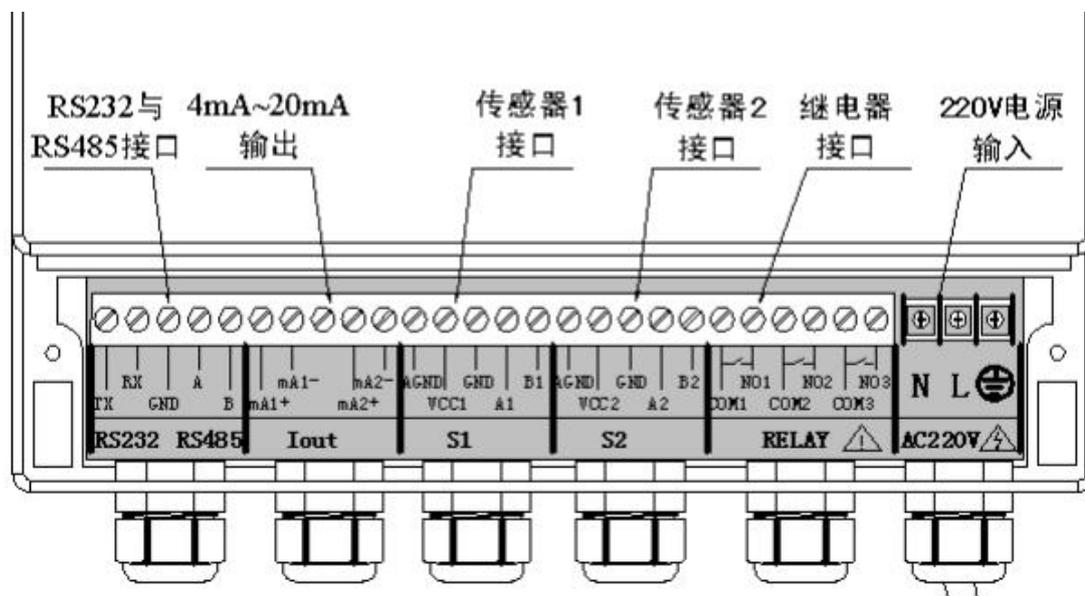
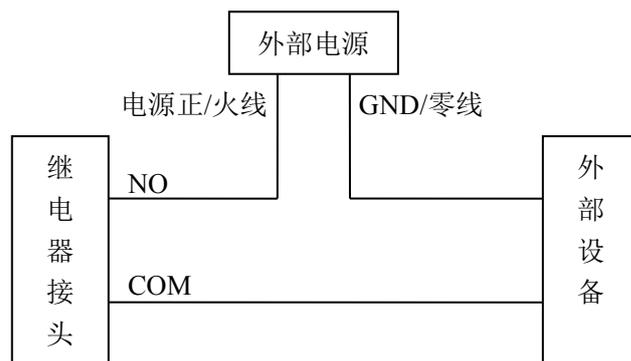

图2-9 接线盒内部接线端子
图 2-10 继电器接线示意图
在电气连接前，请使用2.5毫米螺丝刀拆下变送器外壳的接线盒盖上的两个螺钉，接线盒位于显示屏和键盘的下方，拆下接线盒盖后能看到如图2-9的接线端子。
为了确保传感器的安全请在连接传感器前断开变送器的220V交流电源。每个传感器带有四根信号线（黑、蓝、红、黄）和一根屏蔽线（粗黑）。传感器电缆从变送器盒的传感器接线口（如图2-9所示）接入。按照表2-1的说明，将传感器的各导线连接至接线端子的对应位置：
TSS 浊度/悬浮物浓度计的变送器带有两个报警信号继电器（R1 和 R2）和一个计时器继电器（R3）。继电器的连接请参考图 2-9 所示的接线端子和表 2-1 所示相应端子的功能。各个继电器的接线方式可以参考图 2-10，图中的外部电源可以是交流电源也可以是直流电源，外部设备可以是各种控制阀和电机等。
TSS 浊度/悬浮物浓度计的变送器具有一个 4~20 mA 直流隔离电流输出信号，最大负载为 750 欧姆，用于输出当前测量物质的浊度值。连接位置和连接方式请参考图 2-9 所示的接线端子和表 2-1 所示相应端子的功能，为了提高抗干扰能力，4~20mA 的输出线请用屏蔽的双绞线，在接收器一端进行接地保护。
**在连接220V电源电缆前请确保电缆的另一头与220V交流电源断开。**把剥好的220V交流电源线从外面穿过右侧的电缆锁紧头，并把电源线的地线，火线，零线分别接入右侧的三个黑色接线端子的PG、N、L接线端。接线图请参考图2-9所示的接线端子示意图和表2-1所示的相应功能列表，确定连接牢固后拧紧电缆锁紧螺母。